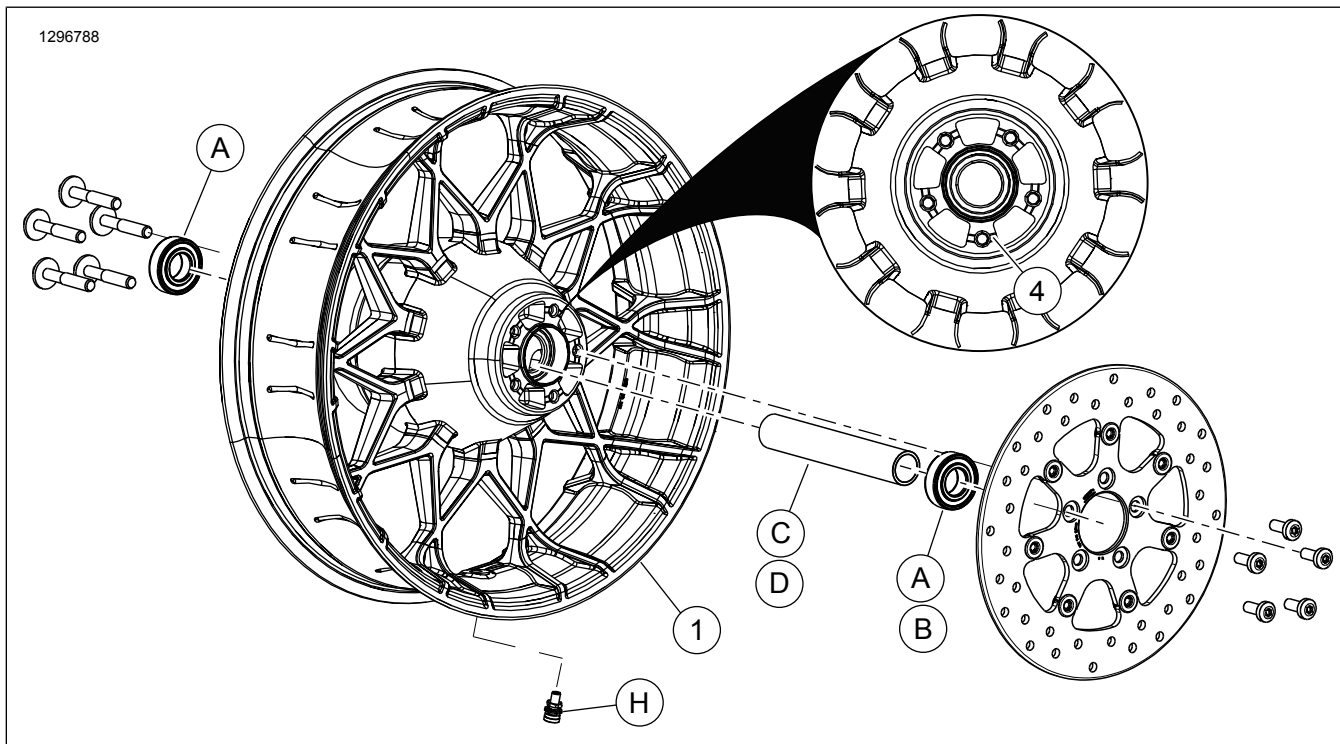

Figura 1. Peças de reposição: Roda turbina traseira
Estes kits incluem somente a roda personalizada. Ver Figura 1 e Tabela 2.
2. Ver Figura 1 . Instale o conjunto da haste de válvula (H) na roda. Veja o manual de serviço.